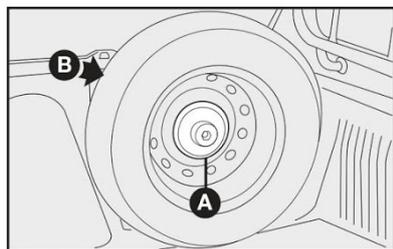

fig. 14
- conforme a versão, desatarraxar o pino-suporte da roda sobressalente **A**-fig. 14, 15, 16 ou 17 e retirar a mesma de sua sede **B**-fig. 14, 15, 16 ou 17;